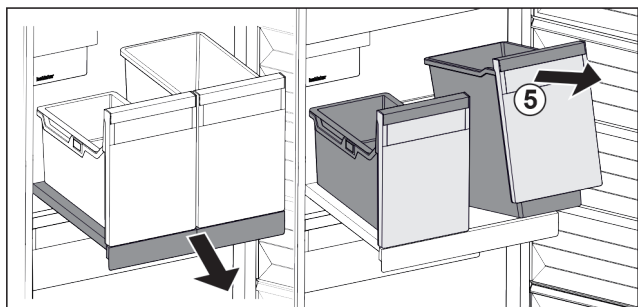

Fig. 23
- ▶ Повдигнете съда Fig. 23 (5) отпред.